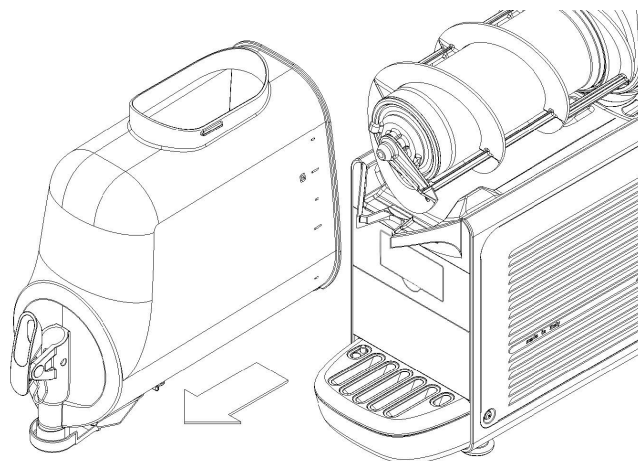

figure 8
**2** Pour démonter le bac, pousser le levier prévu à cet effet (voir ) vers le haut, puis extraire le bac (voir figure 8).